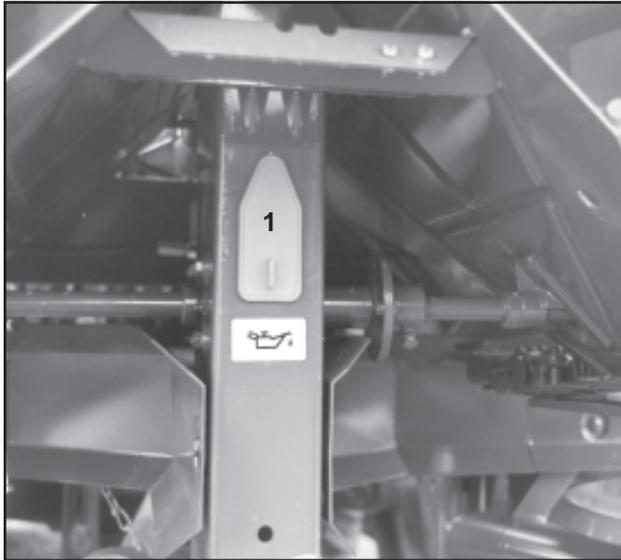

Fig. 9.1
- 2 Nettoyez et graissez l'arbre d'agitation et la chaîne d'entraînement (fig. 9.1/1).